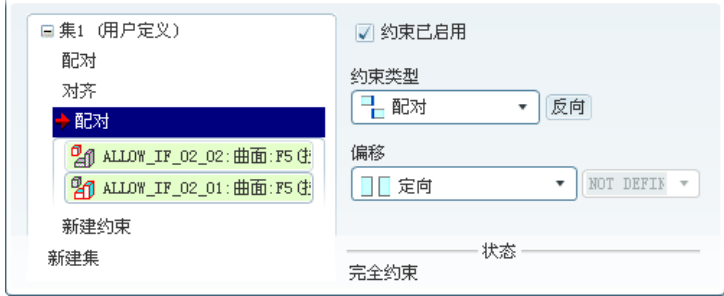

图 7.3.8 “放置”界面（二）
③ 分别选取元件 1 上的表面 1 以及元件 2 上的表面 2。注意：此时系统可能自动将约束类型设置为 **对齐** 类型，如果这样就需要将 **对齐** 约束类型改为 **配对** 约束类型，如图 7.3.8 所示。
(3) 在元件放置操控板中单击 **确定** 按钮。